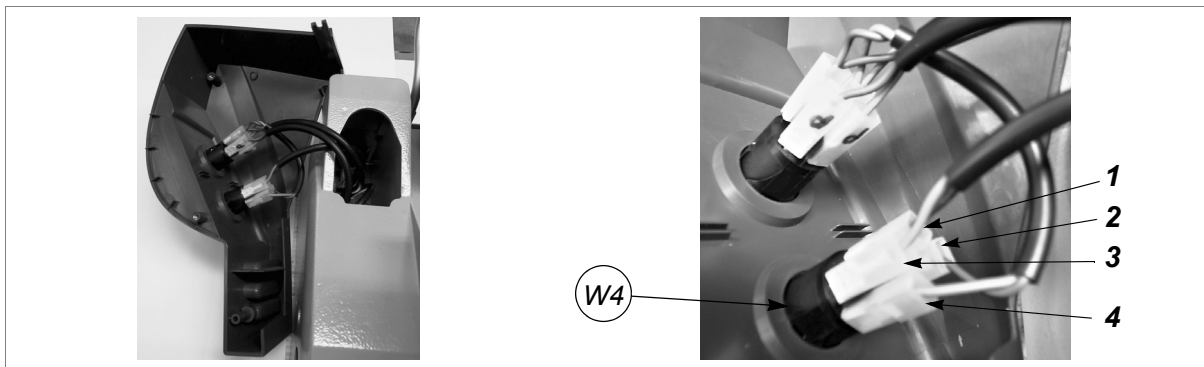

Fig. 33
- 9) Levantar el cárter izquierdo para poder acceder a los interruptores (fig.33, pág.25).
- 10) Sacar los conectores (1, 2, 3, 4), teniendo cuidado con su posición (fig.33).